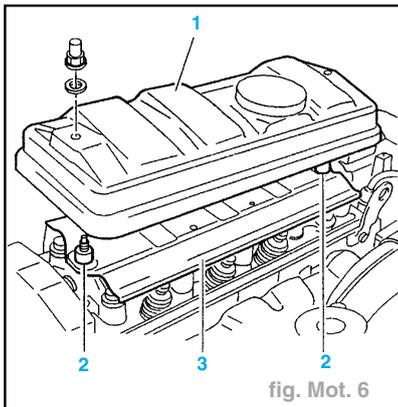

fig. Mot. 6
- Déposer (fig. Mot. 6)
- le couvre-culasse et son joint (1),
- les deux entretoises (2),
- la tôle déflexrice (3).